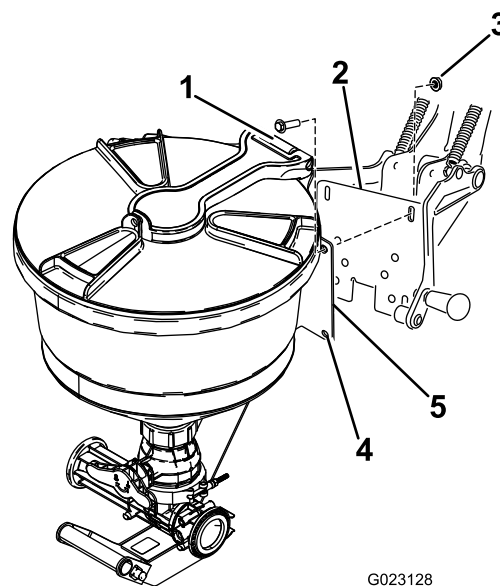

Figura 11
5. Alinee los taladros de la chapa de montaje del eyector con los taladros alargados de la chapa trasera del soporte (Figura 11).